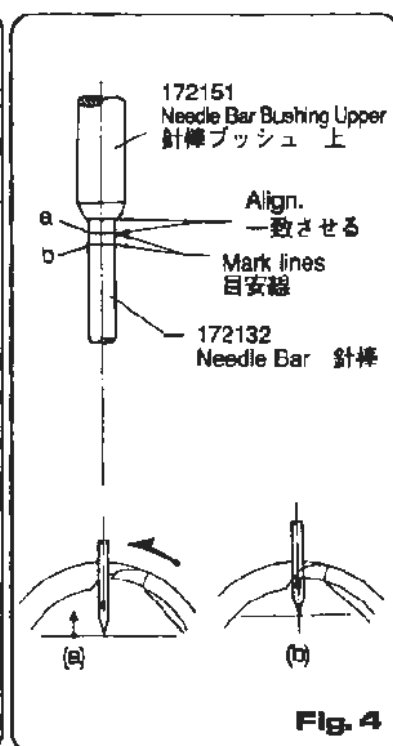
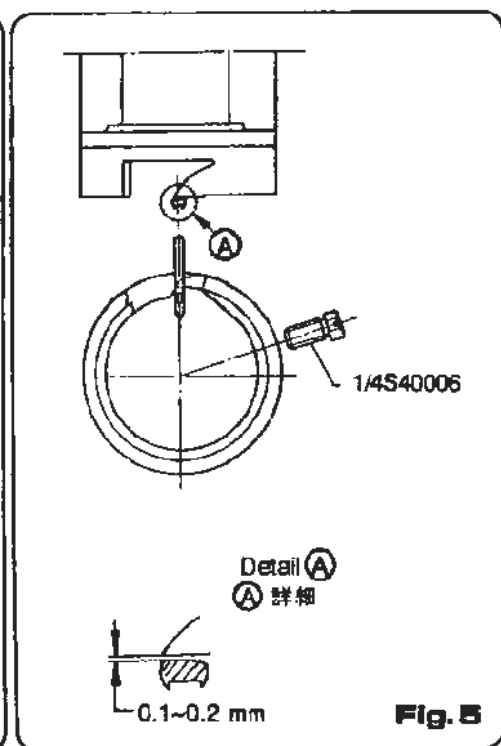

Fig. 4
Fig. 5
- (2) To adjust needle bar height, turn pulley until needle is in the lowest position. There are two mark lines on the needle bar. Align the upper mark line with the bottom of needle bar bush, upper (172151), as shown in Figure 4.
- (2) 針棒の高さは、プーリーを廻して針が最もさがった位置で、Fig.4で示す通り針棒についている目安線の2本のうち、上側の目安線と針棒ブッシュ上(172151)の下面と一致するように針棒の高さを調整して下さい。
Turn pulley toward you (counterclockwise as you face it) until needle is in the lowest position. (Be sure that the upper mark line on the needle bar is aligned with the bottom of needle bar bush, upper). Turn pulley further until the lower mark line on the needle bar (see Figure 4) is aligned with the bottom of needle bar bush, upper. At this moment, the shuttle race body must be so adjusted that the point of the shuttle is on the left side of needle (Figure 5). After adjustment, secure the shuttle race holder with three screws (1/4S40006). These screws must be so tightened that the clearance between the shaved part of needle and shuttle point is 0.1 to 0.2mm (detail A, Figure 5).
プーリーを手前に回して(反時計方向)針が最もさがった位置(針棒の上側の目安線と針棒ブッシュ上の下面と一致している)より、Fig.4で示す針棒の下側の目安線が、針棒ブッシュ上の下面と一致した時Fig.5で示す通り回転大釜のシャトル部の先端が針の左側にくるように、回転大釜ホルダーをネジ(1/4S40006-3本)でセットして下さい。この時(A)詳細で示す通り、針のエグリ部とシャトル部のスキマが0.1mm~0.2mmになるようにしてネジ1/4S40006を締付けて下さい。